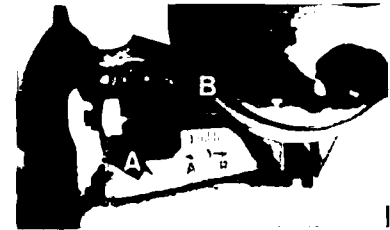

Fig. 102.—A. Rueda dentada. B. Arillo de referencia
Una rueda dentada (A) (fig. 102) es la que se acciona hacia un lado u otro, para determinar el avance que corresponde al octanaje de la gasolina.
El arillo metálico (B) (fig. 102) situado en la garganta de la rueda dentada, es el que se ha de hacer coincidir con la marca correspondiente de la escala graduada.
El ajuste normal corresponde al arillo (B) (fig. 102), coincidiendo con la marca central (O) de la escala graduada.
- e) Se ajustará el selector de octano de tal forma, que el arillo (B) (fig. 102) coincida con la marca central (O) de la escala graduada.